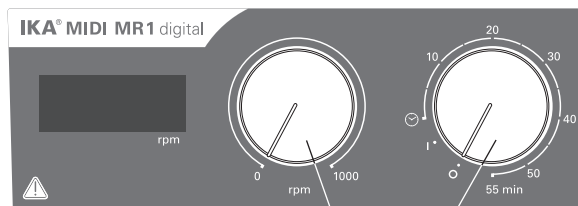

Fig. 3
- ☞ For at tænde for apparatet drej drejeknappen „Til/fra“ og „Timer“ (**B**, se Fig. 3) med uret til position „1“.
- ☞ Indstil motorens omdrejningstal med reguleringsknappen „Omdrejningstal“ (**C**, se Fig. 3). Motorens omdrejningstal kan sættes til 0 til 1000 rpm for **MIDI MR 1 digital** hhv. 0 til 600 rpm for **MAXI MR 1 digital**.